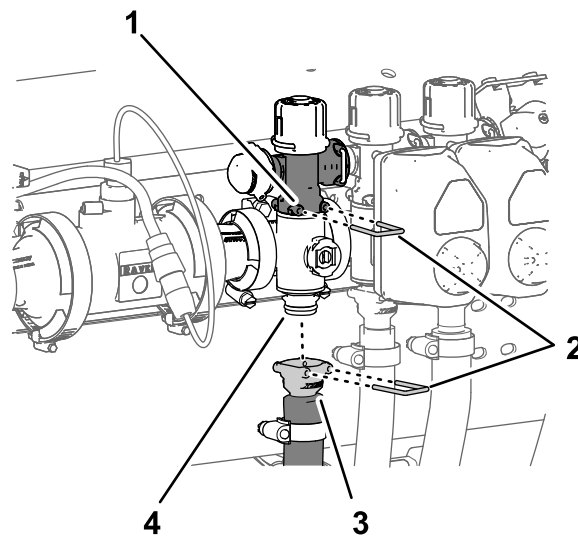

Figura 106
2. Rimuovete il perno di collegamento rapido che fissa l'accoppiatore rapido del flessibile di alimentazione delle sezioni al collettore del raccordo di collegamento rapido della valvola del collettore della sezione (Figura 106).
1. Rimuovete il perno di collegamento rapido che fissa l'accoppiatore rapido della valvola di bypass della sezione alla valvola del collettore della sezione (Figura 106).